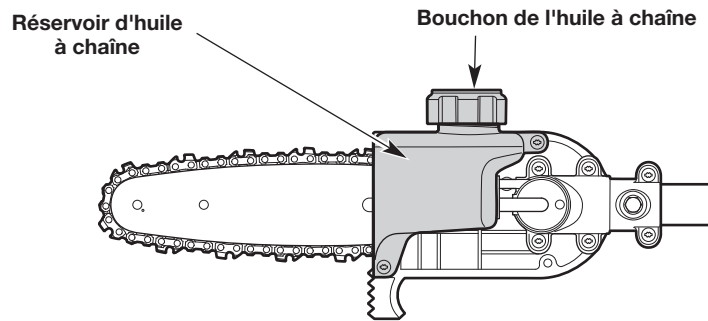

Fig. 14
1. Posez l'appareil sur une surface plane. Placez l'unité avec le bouchon d'huile à chaîne vers le haut (Fig. 14).
2. Assurez-vous que le réservoir d'huile de chaîne est au moins à moitié plein (Fig. 14). Si le niveau d'huile est trop bas, ajouter de l'huile à guide et chaîne. Se reporter à la section *Remplissage du réservoir d'huile de la chaîne*.
3. Dévissez le capuchon de l'huile à chaîne (Fig. 14).